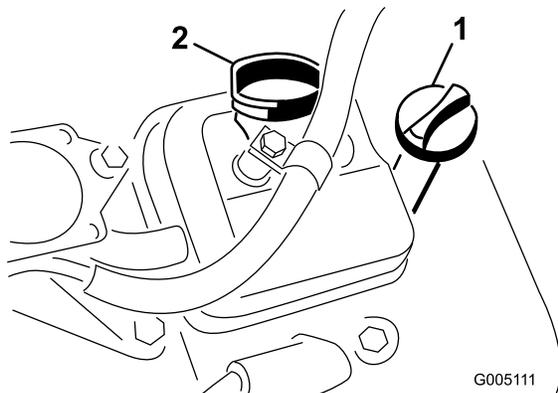

Рисунок 25
3. Вставьте щуп в трубку и убедитесь в том, что он посажен до упора (Рисунок 25).